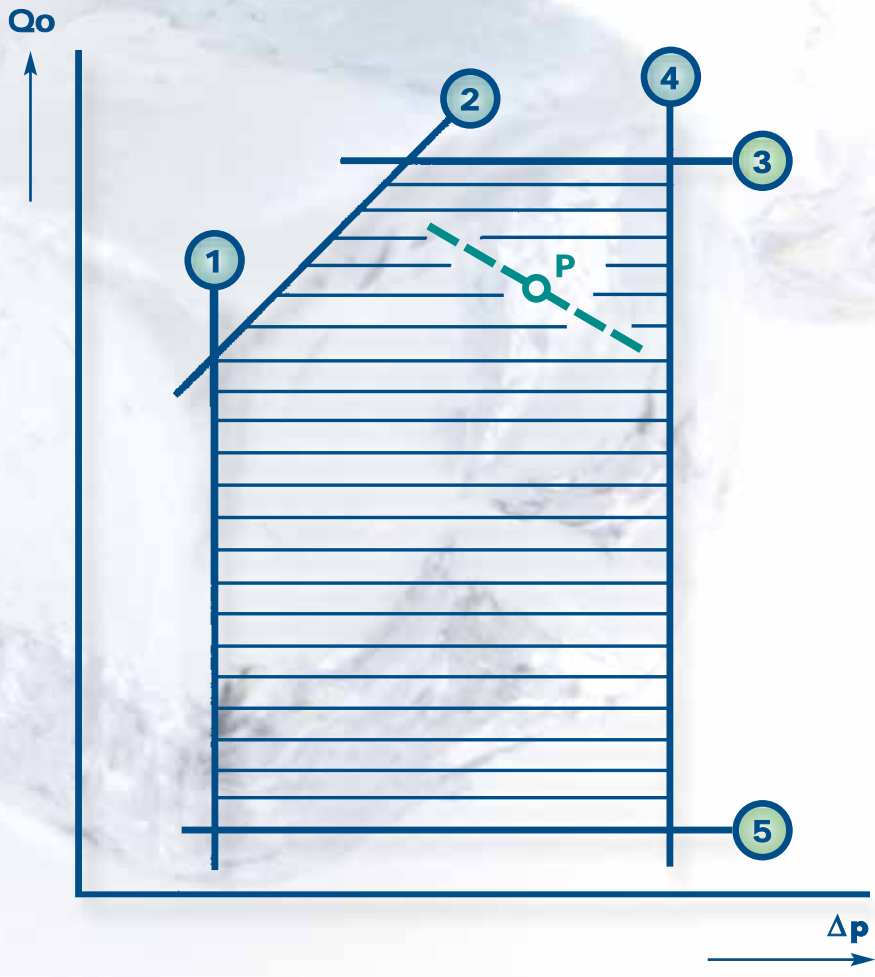

Fig. 4
Zur schnellen Abschätzung können aber auch die Auswahldiagramme verwendet werden. Jeder Regler hat einen Arbeitsbereich, der in Fig.4 schraffiert dargestellt ist und durch die Grenzlinien (1) bis (5) eingeschlossen ist.
For a fast selection you may also use the enclosed selection diagrams. Each regulator has its operation range, which is marked in fig. 4 by the hatched area that is surrounded by the bold boundary lines (1) to (5).